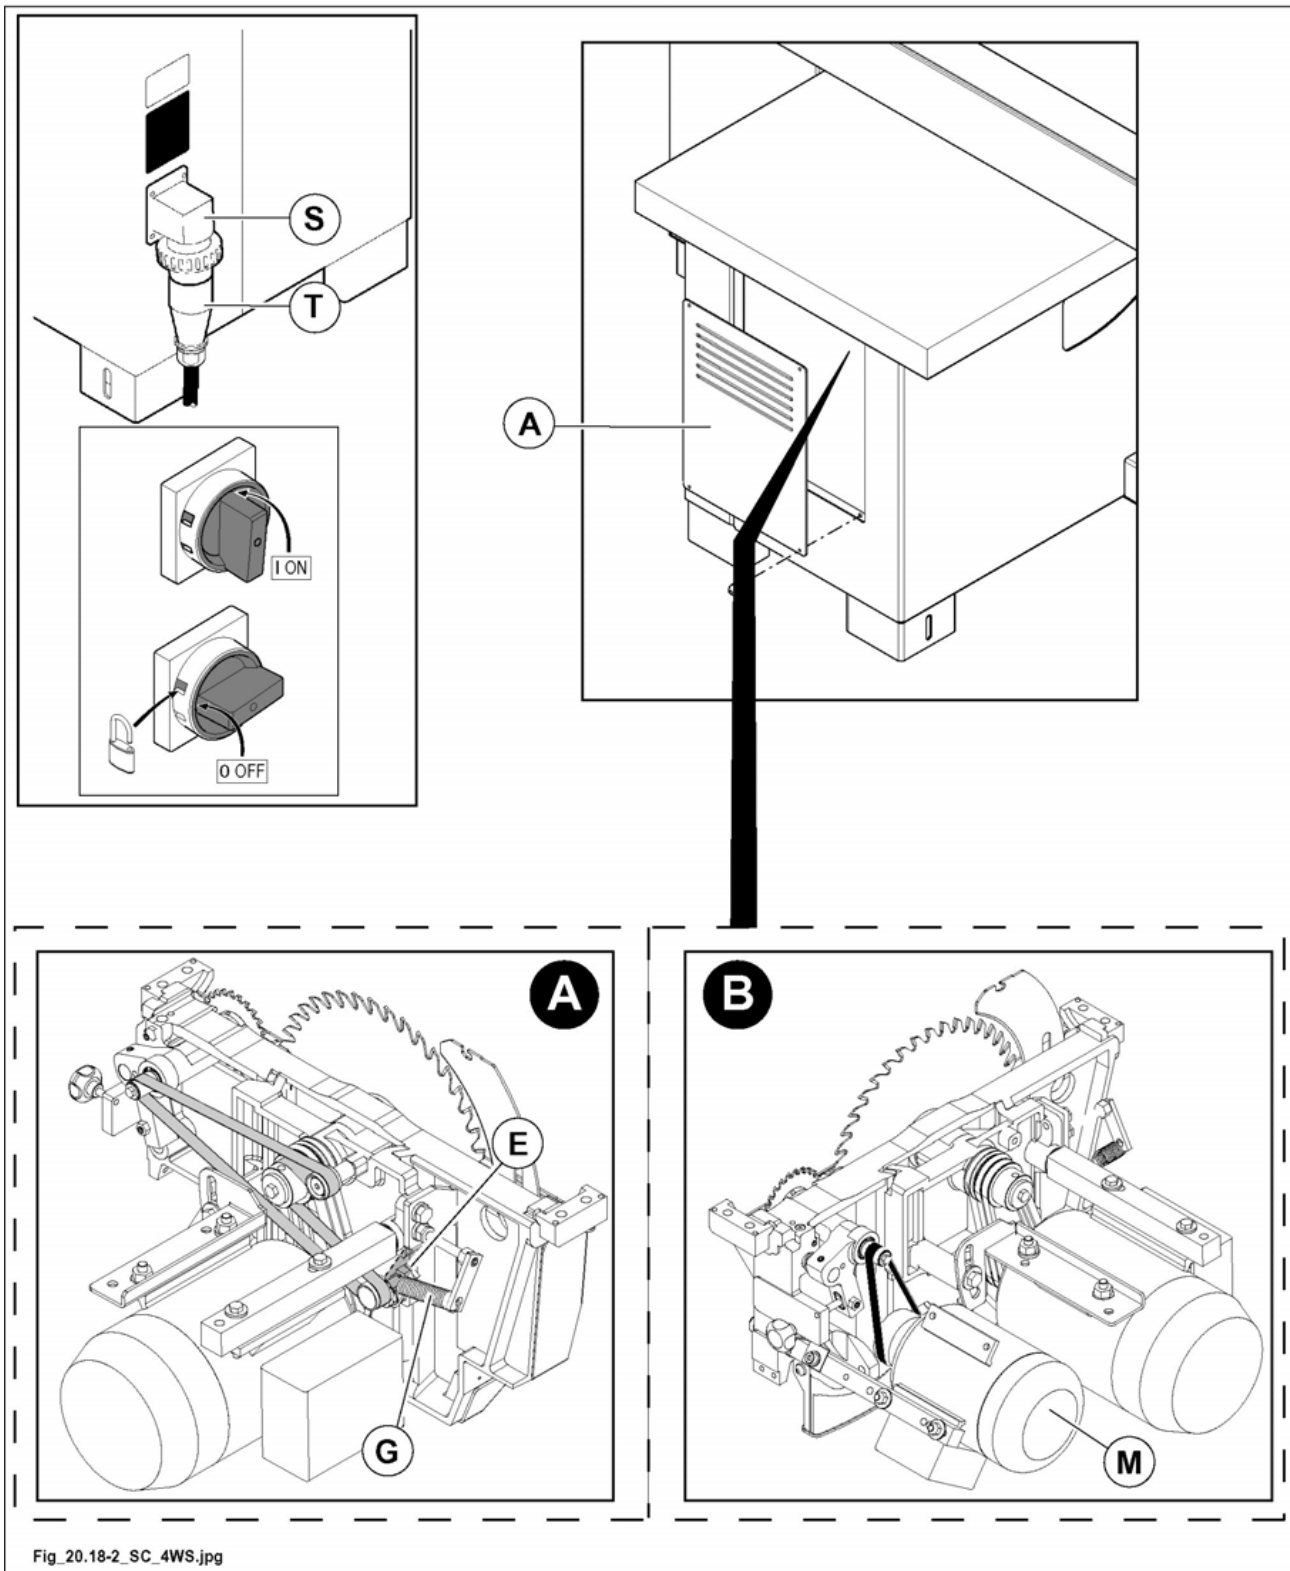

Abb. 20.18-2
Entfernen Sie die Motorabdeckung (A Abb. 20.18-2), um an die Riemen zu gelangen und gehen Sie wie folgt vor:
- Den Riemenspanner (E Abb. 20.18-2) lockern, und dann heruntergenommen wird; den neuen Riemen auf dieselbe Weise montieren und ihn mit der Hand drehen lassen, dabei sicherstellen, dass er in der Mitte der Riemenscheiben läuft.
- Schrauben (A Abb. 20.18-2) festziehen.
die richtige Spannung des Schneiderriemens wird durch die Feder (G Abb. 20.18-2) gewährleistet und bedarf keiner Einstellung.
- Motor (M Abb. 20.18-2, Gewicht rund 10 kg) heben und diesen stützen (z.B. mit einem Holzquerbalken) con der Riemen ist locker und er kann ersetzt werden.
- Hintertür wieder anbringen (A Abb. 20.18-2).